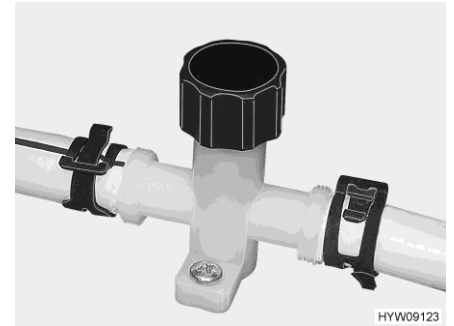

Bild 167 Ablasshahn (Wasserleitung)
- Ablasshähne schließen. Dazu die Kappe des Ablasshahns (Bild 167) im Uhrzeigersinn drehen.